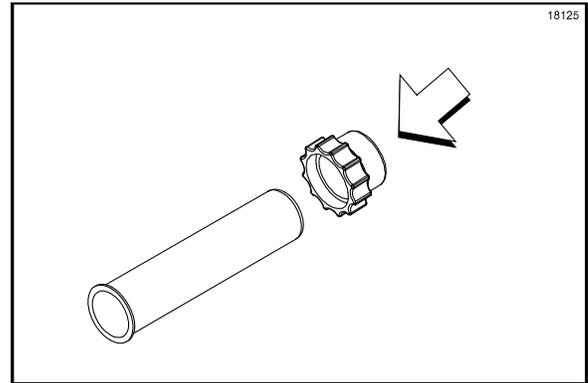

図90
5. プランジャーチューブにプランジャーナットを取り付けます(図90を参照)。